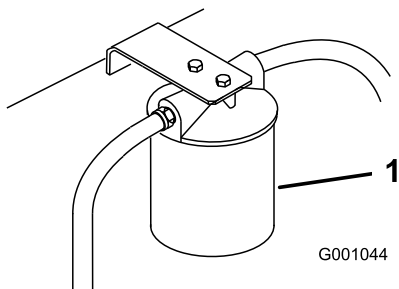

Figura 76
3. Coloque um recipiente de escoamento debaixo do filtro, retire o filtro antigo e limpe a superfície da junta do adaptador do filtro (Figura 76).